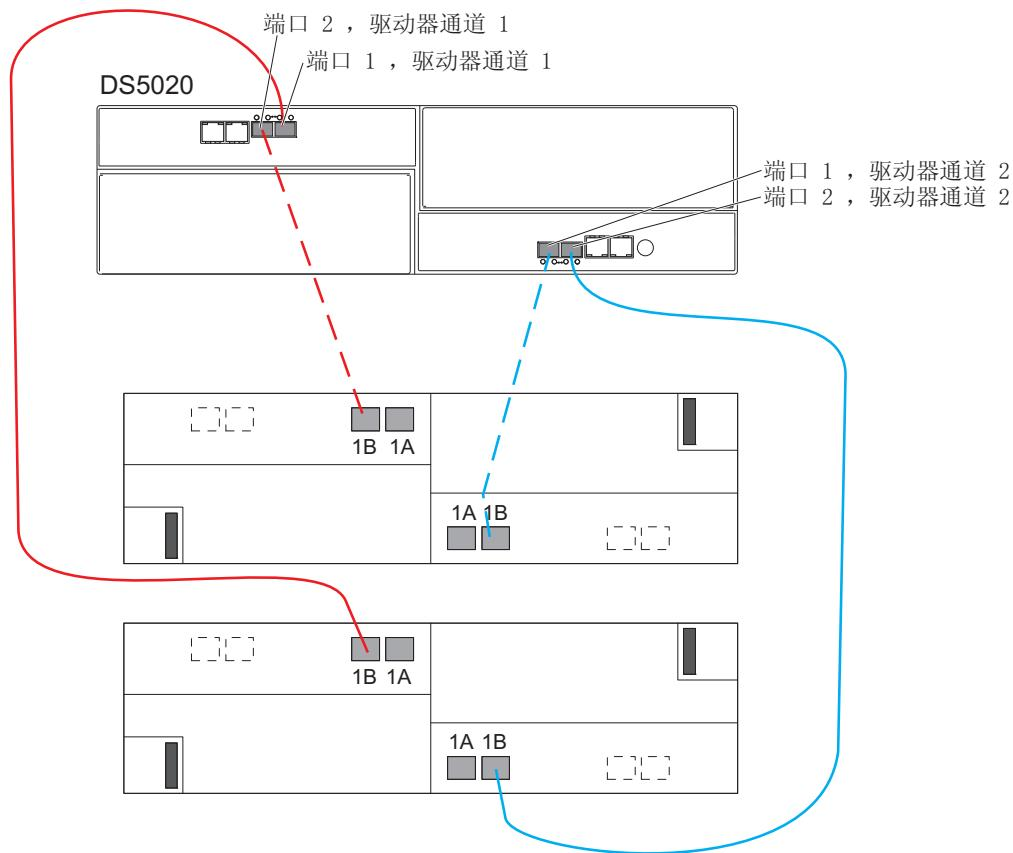
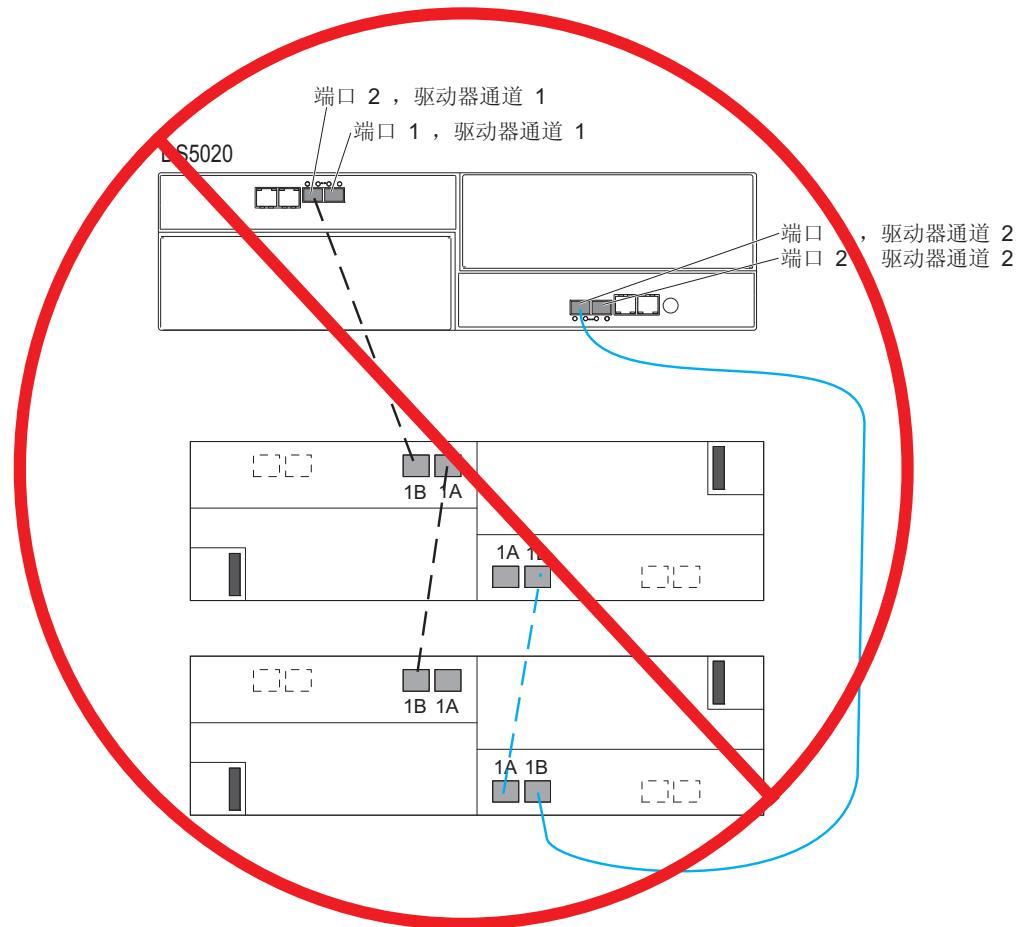

图 38. 用电缆连接一个 DS5020 和两个存储扩展机柜
图 39. 错误地用电缆连接一个 DS5020 和两个存储扩展机柜
如果要用电缆连接一个 DS5020 存储子系统和两个存储扩展机柜，请如图 38 中所示，按照每个控制器驱动器端口一个存储扩展机柜进行连接。第 59 页的图 39 显示在单个控制器驱动器端口后也可以将两个扩展机柜连接在一起。尽管这在技术上是正确的，但还请使用图 38 中所示的拓扑。
如图 38 中所示，当连接其他存储扩展机柜时，可以通过使用驱动器通道的其他端口来连接它们。
**要点:** 请勿如图 39 中所示用电缆连接 DS5020 存储子系统和两个存储扩展机柜。存储拓扑不正确的存储阵列也许可以运行, 但是错误的电缆连接可能会导致不可预测的结果。